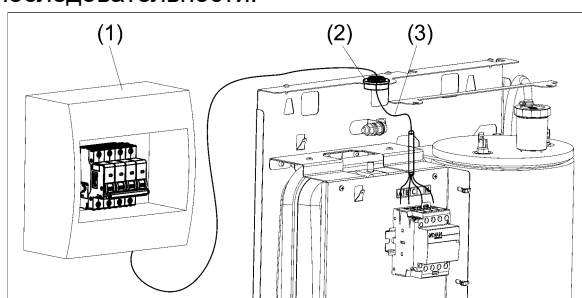

Рисунок 6. Подключение прибора к электросети
6.2.3 Подключение прибора к электрической сети осуществляется только через внешний автоматический выключатель **QF** (см. рис. 6) с номинальным током ( $I_n$ ) указанным в таблице 2.
(1) Выполните монтаж автоматического выключателя QF в непосредственной близости от прибора и доступным для визуального обзора месте (см. рис. 6);
(2) Установите сальник входящий в комплект поставки на нижнюю стенку прибора;
(3) Выполните монтаж силового кабеля от автоматического выключателя QF к клеммным колодкам через установленный сальник.